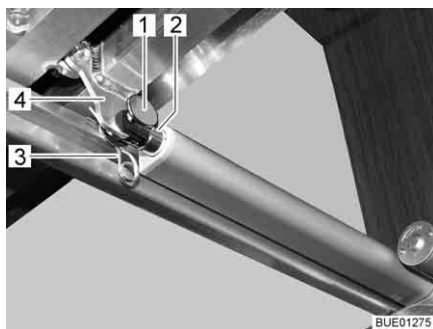

Fig. 135 Entraînement
- Désolidariser la jonction (par ex. la broche et la goupille ressort (Fig. 135,1 et 3)) entre la tige de poussée (Fig. 135,2) et le sommier à lattes (Fig. 135,4).